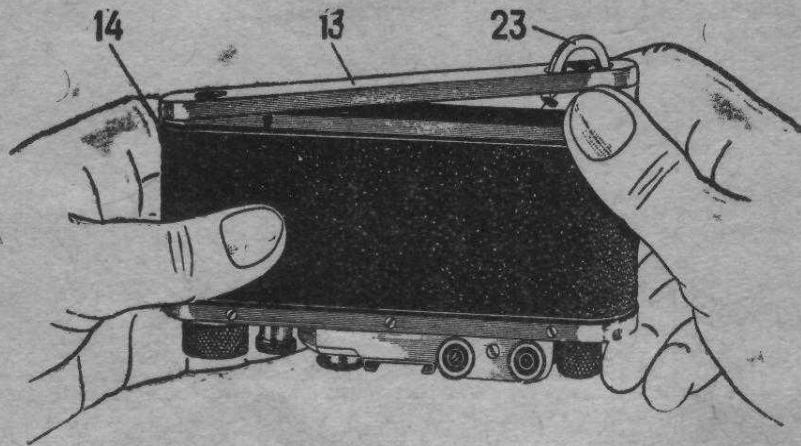

Рис. 2.
23. Замок на нижней крышке (не виден, см. рис. 2).
Выньте фотоаппарат из футляра, отвернув штативную гайку футляра от нижней крышки камеры. Возьмите камеру так, как показано на рис. 2. Поднимите дужку замка 23 и поверните ее против часовой стрелки на пол-оборота, чтобы стрелка замка указывала на знак «**ОТКР**».